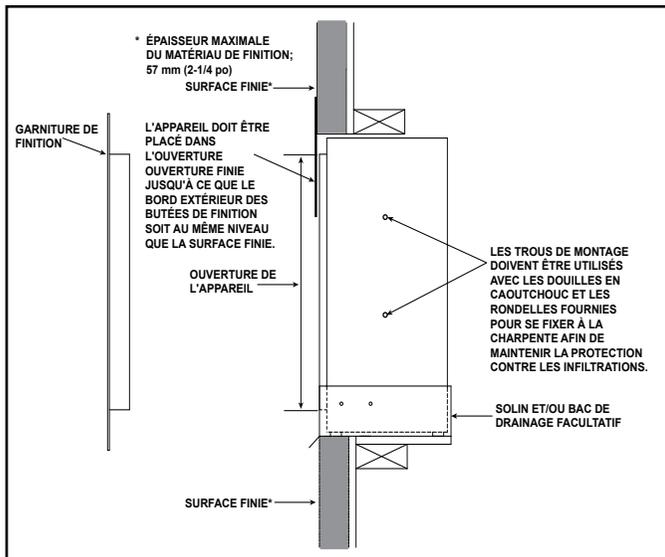

Figure 4.8 Finition autour d'un appareil encastré
3. Pour les installations encastrées utilisant la façade frontale, l'appareil doit être poussé dans l'ouverture finie jusqu'à ce que le bord extérieur des butées de finition soit au même niveau que la surface finie. Voir la figure 4.8.